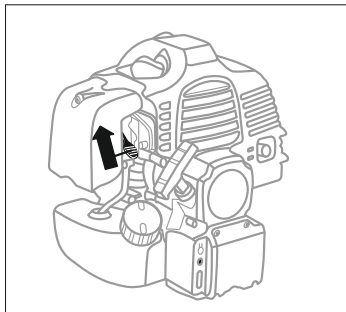
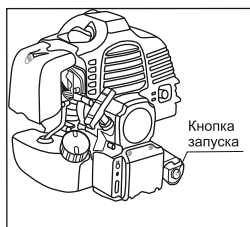
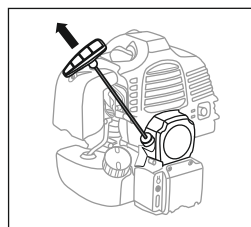

рис.2
рис.4
рис.5
4. Переведите рычаг воздушной заслонки в верхнее положение - I/I «Закрыто» (рис. 2)
6. Запуск с помощью электростартера: нажмите кнопку запуска двигателя (рис. 4). Двигатель запустится и заглохнет из-за слишком богатой смеси. Переведите рычаг воздушной заслонки (рис. 2) в среднее положение. Затем нажмите кнопку запуска двигателя (рис. 4), двигатель должен запуститься.
7. Запуск с помощью ручного стартера: придерживая триммер, плавно потяните рукоятку стартера до момента зацепления в механизме стартера. После чего энергично вытяните шнур на 50-60 см (рис. 5). Во избежание повреждения корпуса стартера не бросайте рукоятку стартера, плавно верните ее в исходное положение. Повторите данные действия 3-5 раз до первой вспышки топлива в двигателе. При этом двигатель заводиться не должен. Переведите рычаг воздушной заслонки (рис. 2) в среднее положение. Плавно потяните рукоятку стартера до момента зацепления в механизме и энергично вытяните шнур еще на 50-60 см. Во избежание повреждения корпуса стартера не бросайте рукоятку стартера, плавно верните ее в исходное положение. Повторите данные действия 2-3 раза, двигатель должен завестись.
2. Запуск с помощью электростартера: нажмите кнопку запуска двигателя (рис. 4), двигатель должен запуститься.